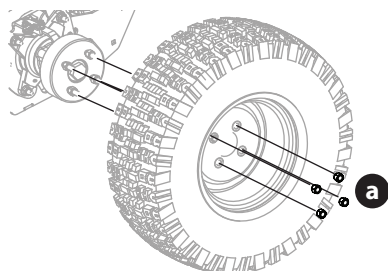

Fig. 34
1. Les pneus au sol, desserrez, mais ne retirez pas les quatre écrous de roue (a) (Fig. 34 à la page 100).
6. Serrez les écrous de roue (a) à 65 à 70 pi-lb (88 à 95 N-m) en les croisant (Fig. 34).